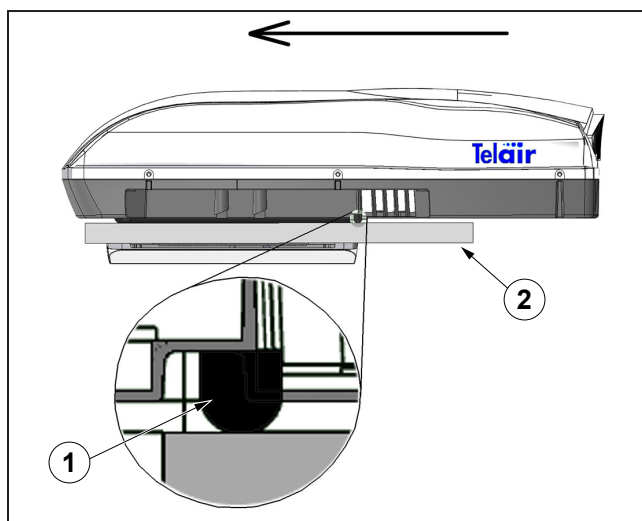

Fig. 8
Alvorens het apparaat te gaan installeren moet u controleren of de ronde afdichting aan de onderkant van de airconditioner nog goed op de betreffende plaats rondom het apparaat aangebracht is ("Fig. 8" ref. 1).
Zet de airconditioner op het dak van het voertuig ("Fig. 8" ref. 2), maar schuif hem niet over het dak heen en plaats hem op de opening van 395 x 395 mm waar u daarvoor afdichtingskit op aangebracht heeft. Als de airconditioner op de juiste manier in het midden van het dak geplaatst is dan zijn de 4 bevestigingsschroefdraadopeningen van binnenuit de camper te zien.
De in ("Fig. 8") afgebeelde pijl geeft de rijrichting van het voertuig aan.